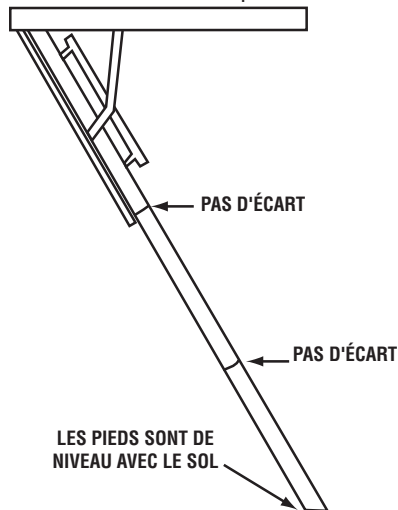

FIGURE 5A - BONNE INSTALLATION
**AVERTISSEMENT :** La section du bas doit arriver pile au plancher. Le fait de ne pas couper correctement peut entraîner une contrainte anormale sur les parties constitutives de l'échelle, et provoquer une blessure grave (Voyez les FIGURES 5A, 5B et 5C).